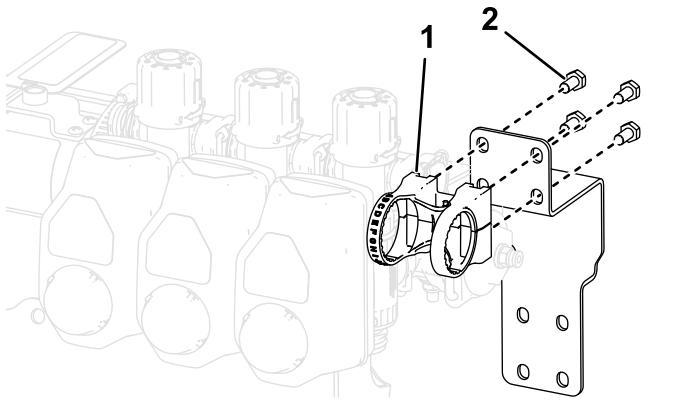

Figura 28
6. Instale el conjunto de la válvula de control en la parte superior de la escuadra de la válvula de control usando 4 tornillos (M6), como se muestra en la Figura 28.